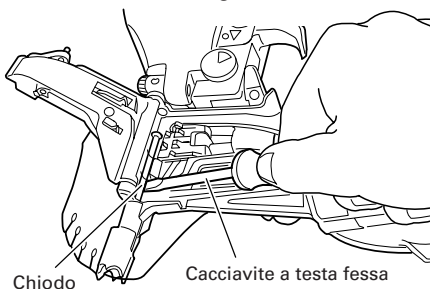

Fig. 15
- (2) Rimuovere il chiodo inceppato con un cacciavite a testa fessa. (Fig. 15)